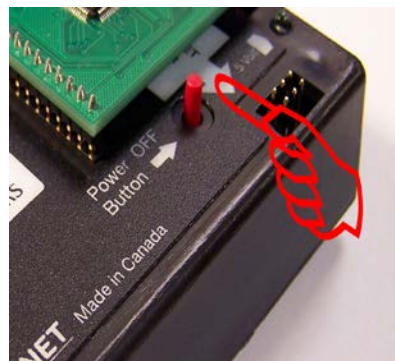

Figura 32 Botón de APAGADO.
- El último paso es crítico; desconecte la corriente de MCU MC9S12XEP100. Para hacer eso, presione el botón de "Apagado" localizado en el HYPERF PROG del ETL (Figura 32).